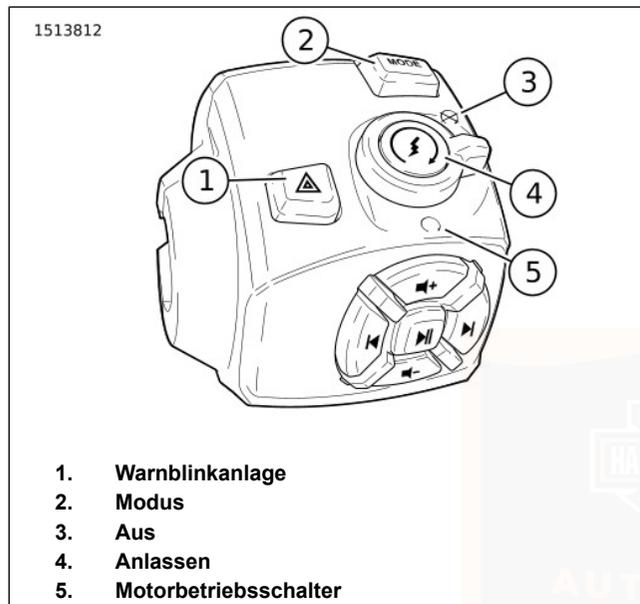

Abbildung 37. RHCM – oben
Siehe Abbildung 37. Der Warnblinkerschalter (1) dient zur dauerhaften Aktivierung des Vierfach-Warnblinkers bei einem liegengeliebenen Motorrad. Mithilfe der Warnlinker kann das Motorrad mit ausgeschalteter Zündung zurückgelassen werden, bis Hilfe geholt wird.
Siehe Abbildung 37. Die Modustaste (2) drücken, um den Fahrmodus zu ändern.
Siehe Abbildung 37. Den Motorbetriebsschalter in Stellung OFF (AUS) (3) drücken, um den Motor abzustellen.
Siehe Abbildung 37. Den Motorbetriebsschalter in Stellung RUN (BETRIEB) (5) drücken, damit der Motor starten und laufen kann. Der Motorbetriebsschalter muss sich in der Stellung RUN (BETRIEB) befinden, damit der Motor angelassen und betrieben werden kann.
Siehe Abbildung 37. Den Motorbetriebsschalter in Stellung RUN (BETRIEB) (5) drücken, damit der Motor starten kann.
1. Den Motorbetriebsschalter in die BETRIEB-Stellung bringen (5). Das Getriebe in den Leerlauf schalten. Die (grüne) Leerlauf-Kontrollleuchte leuchtet auf. Siehe FUNKTIONSWEISE > ANLASSEN DES MOTORS (Seite 121) >.
2. Den Anlasser durch Drücken des Anlasserschalters (4) betätigen.